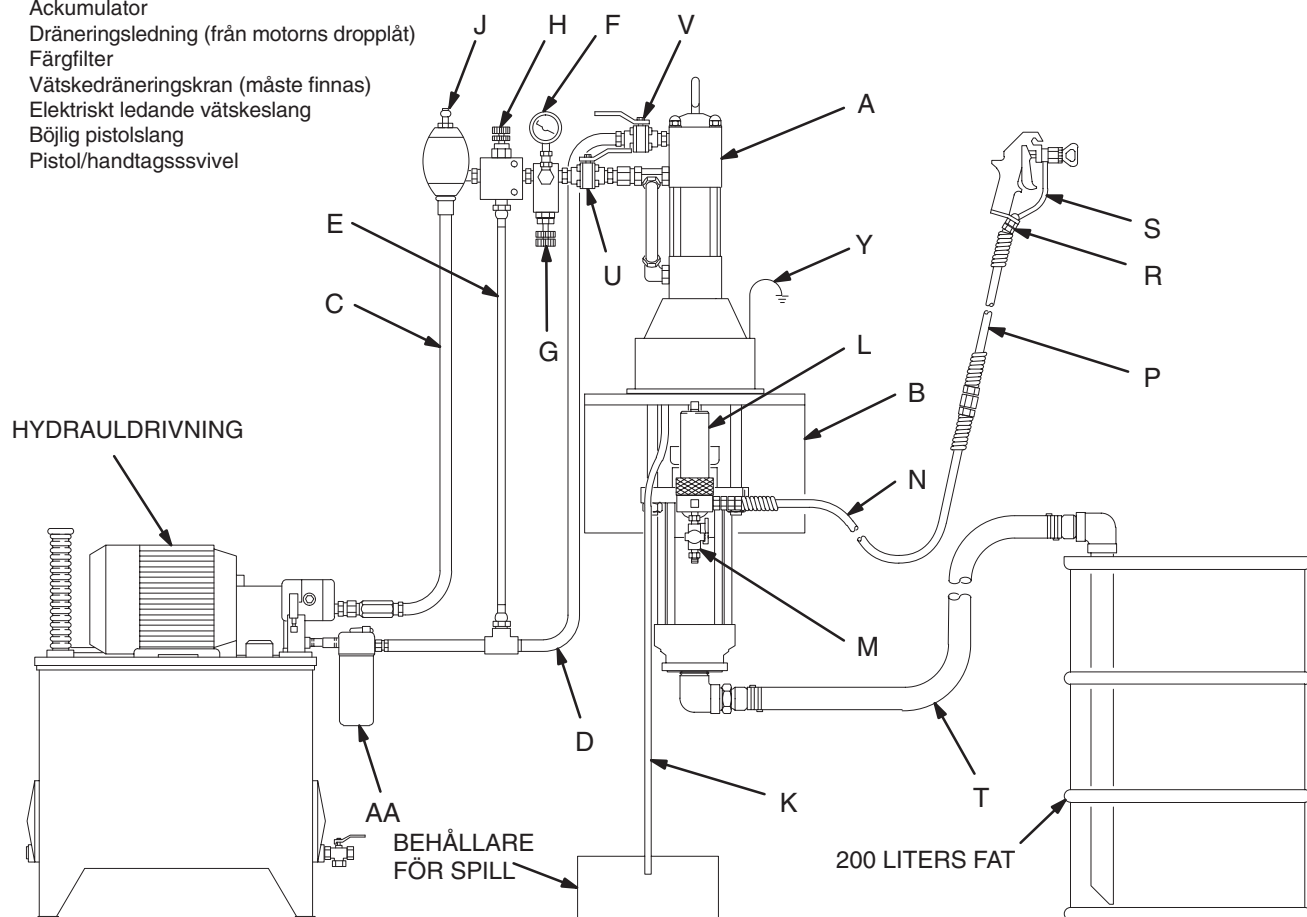

Fig. 4
Fig. 4 är enbart en vägledning vid val och installation av systemkomponenter och tillbehör. Kontakta din Graco-leverantör så får du hjälp med konstruktion av ett system som är anpassat till dina specifika behov.
Montera pumpen (A) så att den passar för planerad installation. Fig. 4 visar ett väggmonterat system. Pumpdimensioner och monteringshålsens hålschema finns på sidorna 35 och 36.
Montera följande tillbehör på hydraulledningen (C), i ordningen enligt Fig. 4, och använd vid behov adaptrar:
- **En avstängningskran (U)** kopplar bort pumpen för service.
- **En vätskestrycksmanometer (F)** för övervakning av hydraultrycket till motorn för att undvika övertryck i motor och kolvump och **en tryck- och temperatur-kompenserad flödesstyrningsventil (G)** som skyddar motorn mot rusning då den kan skada sig själv.
- **En tryckreduceringsventil (H), med dräneringsledning (E)** dragen direkt till returledningen (D).
- **En ackumulator (J)** som minskar tryckstötter orsakade av att motorn växlar riktning.
Montera följande tillbehör på hydraulreturledningen (D), i ordningen enligt Fig. 4, och använd vid behov adaptrar:
- **En avstängningskran (V)** kopplar bort pumpen för service.
- **Ett 10 mikron (400 mesh) filter (AA).**
Montera följande tillbehör på plats enligt Fig. 4, med användning av adaptrar där så krävs:
1. Se Fig. 4 på sidan 11. Anslut sugsetsen (T) till pumpens vätskeintag. Sätt ner sugröret i vätskebehållaren.
3. Se till att avstängningskranarna i matningen (U) och i returledningen (V) är stängda.
5. Håll en metalldel av pistolen/handtaget (S) stadigt mot kanten av en jordad plåttunna och tryck på avtryckaren.
6. Öppna avstängningskranen (V) i returledningen *först*, och öppna sedan sakta avstängningskranen (U) i matningen.